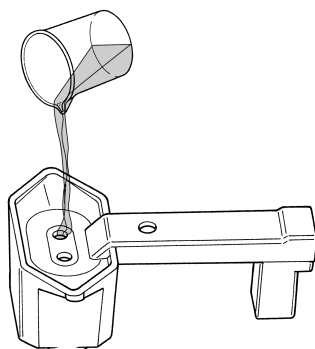

Figure 13
Une partie du deuxième échantillon de carburant est versée du becher dans les orifices d'essai du carburant du testeur. L'entonnoir/bol du testeur ne doit pas nécessairement être complètement rempli pour que l'essai soit précis. Vingt (20) millilitres de carburant sont suffisamment pour effectuer cet essai. (Cf. Figure 13). Le carburant peut pénétrer dans la cellule d'essai par n'importe lequel des deux orifices d'essai du carburant. Vous saurez notamment que vous avez suffisamment de carburant dans le testeur lorsque le carburant atteint le haut de chaque orifice d'essai du carburant.